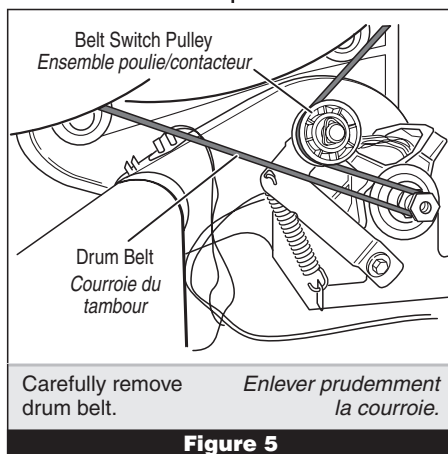

Figure 5
4. Check the belt switch and drive motor. Access the belt switch and drive motor by removing the back panel. See page 16. Carefully remove the drum belt from the spring-loaded belt switch pulley, gently letting the belt switch pulley down. See figure 5.
4. Contrôler le contacteur de la courroie et le moteur d'entraînement. Ôter le panneau arrière pour accéder au moteur d'entraînement et au contacteur de la courroie. Voir page 16. Séparer prudemment la courroie de l'ensemble poulie/contacteur chargé par ressort; laisser l'ensemble poulie/contacteur descendre doucement. Voir la figure 5.